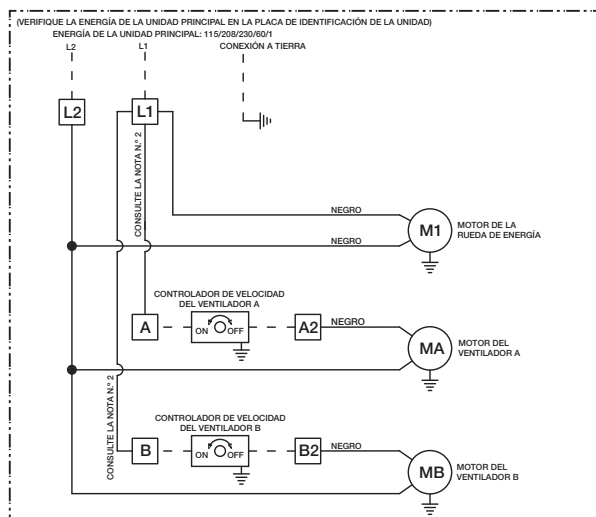

Figura 11
- c. Consulte los diagramas de cableado que aparecen a continuación (Figura 11) o en la unidad para controlar el ventilador.